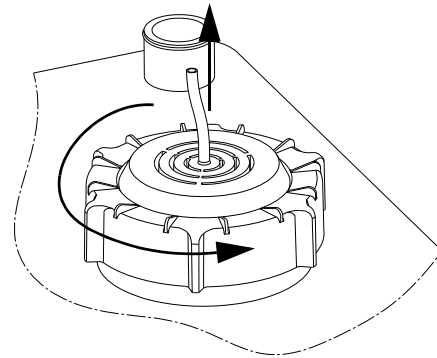

Abb. 19 Ausbauen des Staudruckrohrs
2. Den Schraubdeckel durch Drehen gegen den Uhrzeigersinn lösen. Siehe Abb. 19.